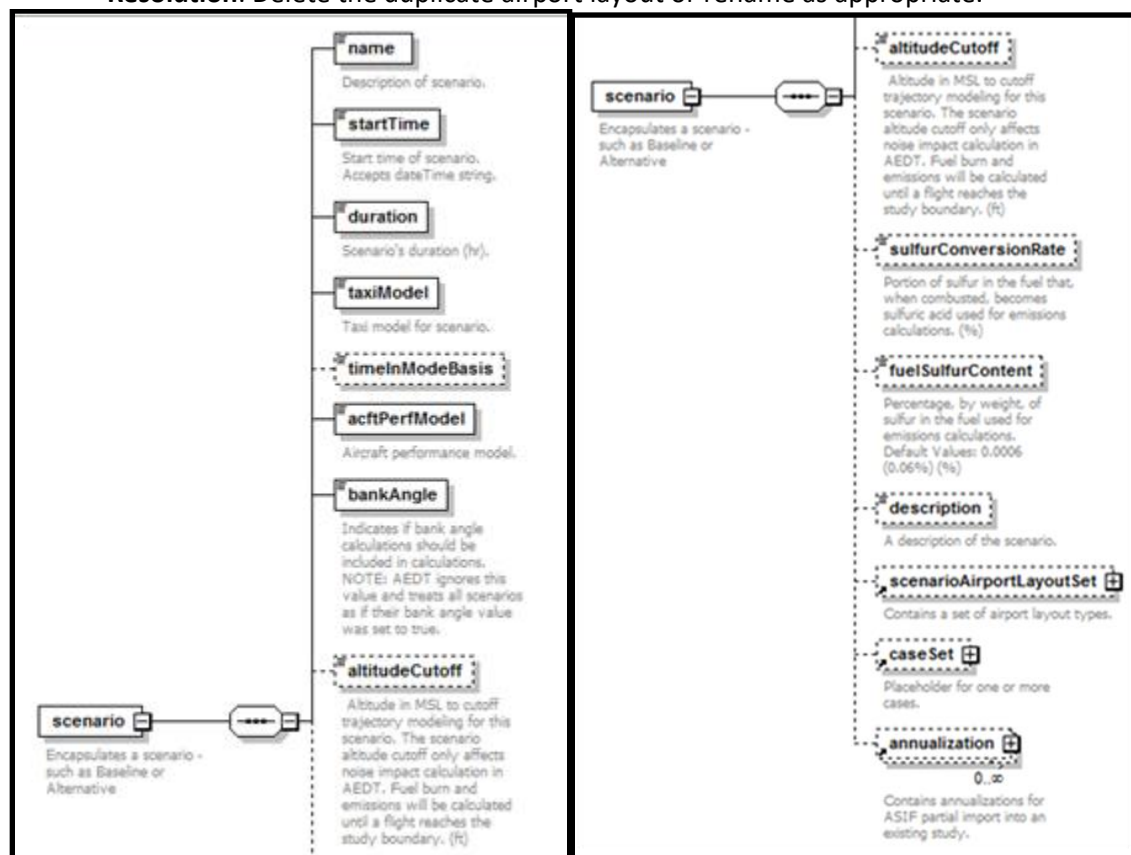

Figure 61 - xml element scenario
12. AsifXml/study/scenario (Figure 61):